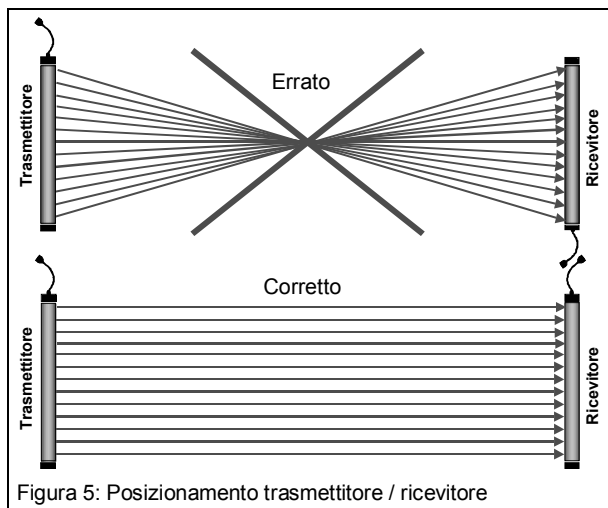

Figura 5: Posizionamento trasmettitore / ricevitore
- ☑ la barra di trasmissione non venga montata ruotata di 180° rispetto a quella di ricezione. In pratica, i cavi di collegamento delle barre ottiche **devono** essere fatti passare verso l'alto (figura 5).